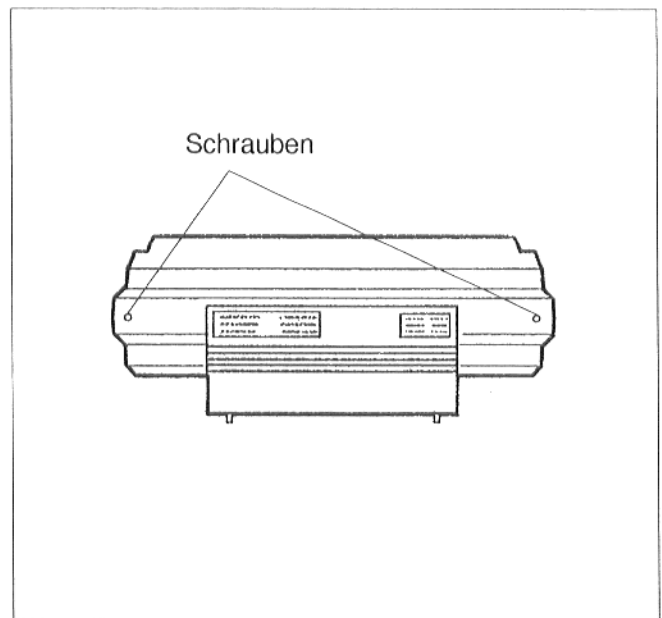

Abb.37
- Die zwei Schrauben der Klemmenabdeckhaube herausdrehen (Abb. 37).